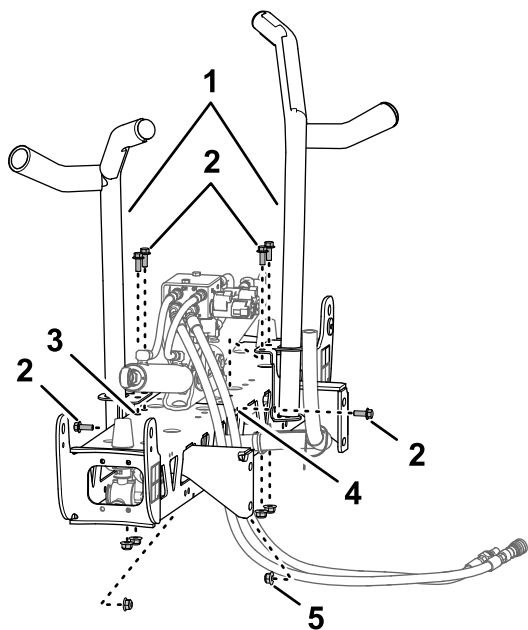
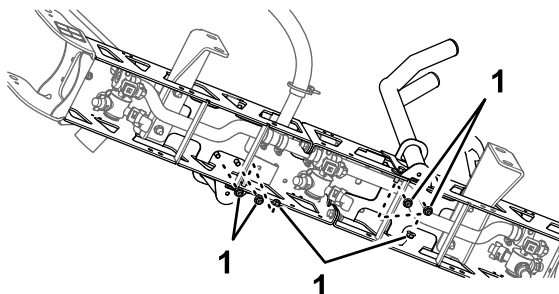

Figura 35
Figura 36
2. Aliniați suporturile de transport ale braului la seciunea centrală a braului (Figura 35).
3. Asamblează suporturile pe seciunea braului (Figura 35 și Figura 36) cu 6 uruburi ($\frac{3}{8} \times 1''$) și 6 contrapiulii cu flanșă ($\frac{3}{8}''$).